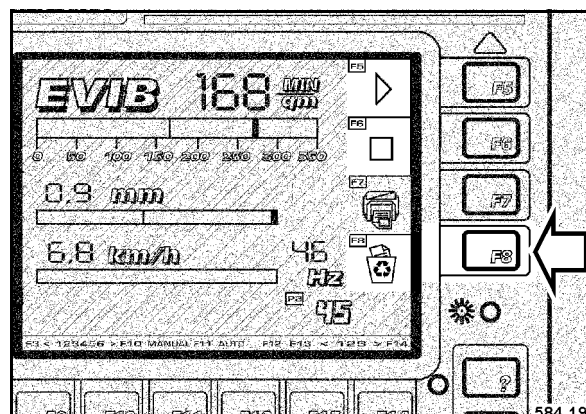

Fig. 130
- Después de no desear más impresos de este recorrido hay que pulsar la tecla F8 "BO-RRAR" (Fig. 130) después de volver a relucir el campo de control rojo F6 „LISTO“.